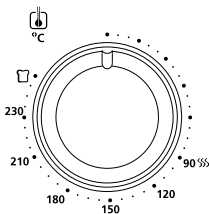

Figura 1
3. **Botão para selecionar a temperatura** - Ajuste o botão para selecionar a temperatura desejada. (Veja a Figura 1)